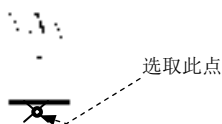

图 9.2.26 选取符号原点
框，并在系统^①“选取图元上符号的原点”的提示下，选取图 9.2.26 所示边线的中点作为符号原点。